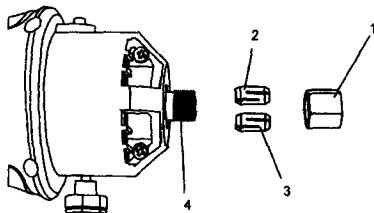

Fig. 3
Las brocas para esta herramienta quedan fijas por medio de la tuerca del mandril de pinza (1) y del mandril de pinza (ver la fig. 3). La herramienta viene de fábrica con un mandril de pinza de $\frac{1}{8}$ " (2) que se usa para sostener la broca. Un mandril de pinza adicional de $\frac{1}{4}$ " (3) viene incluido para sostener las brocas PEQUEÑAS con vástago de $\frac{1}{8}$ ".